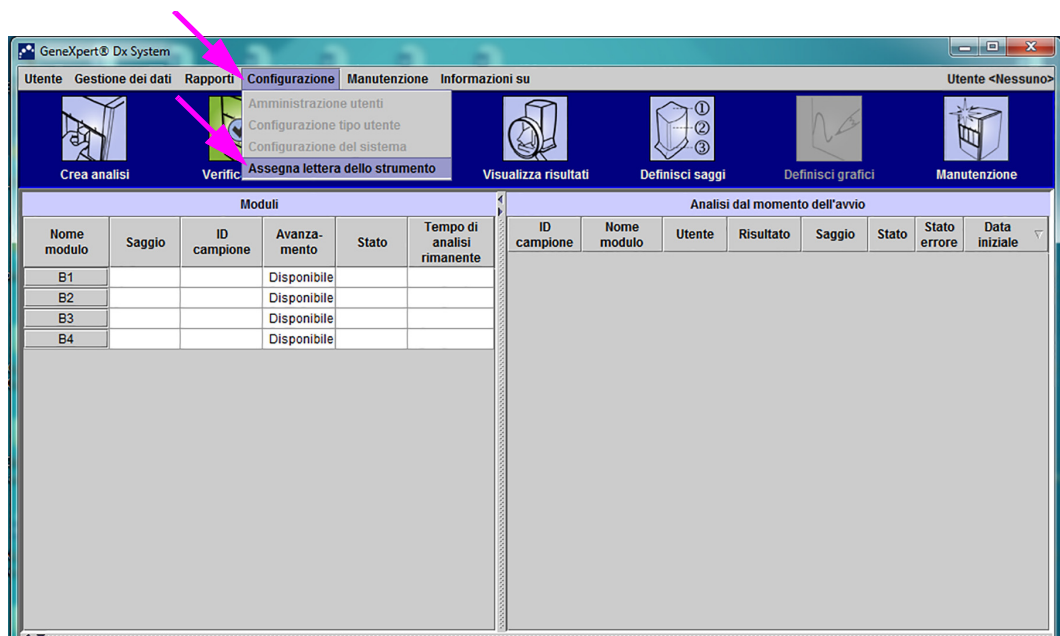

Figura 2-56. Finestra GeneXpert Dx System raffigurante il menu a discesa Configurazione
4. Nella finestra GeneXpert Dx System, fare clic su **Configurazione** nella barra dei menu, quindi selezionare **Assegna lettera dello strumento**. Viene visualizzata la finestra di dialogo Assegna lettera dello strumento. Vedere la Figura 2-56. Gli indicatori LED verdi dei quattro moduli che comprendono il quadrante selezionato lampeggeranno contemporaneamente.